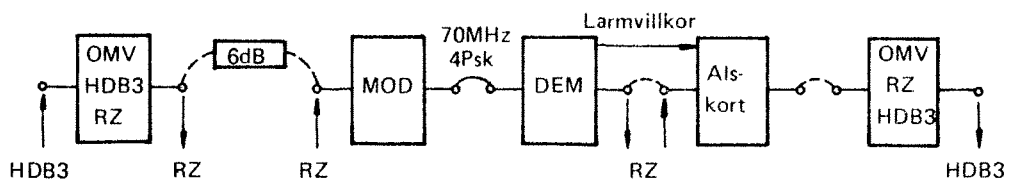

Bild 10. Uppkoppling för felsökning av digitala enheter RL-44
4.1.3.1 För att på ett enkelt sätt kunna kontrollera att PCM-signalen kan passera de digitala enheterna utan tillskott av bitfel, kan de olika enheterna slingkopplas enligt bild 10. Alternativt kan enheter med samma kodtyp slingbildas, t ex omvandlare HDB3/RZ och omvandlare RZ/HDB3, eller också kan enheterna mätas var för sig. Observera att vid kontroll av AIS-kortet (enkeldrift) måste demodulatorn vara larmfri, eftersom AIS-kortet erhåller ett larmvillkor från denna. Vid demodulatorlarm eller om demodulatorn inte är ansluten, erhålls bara "1"-or från AIS-kortet. Vid kontroll av modulator-demodulator måste alltid dessa kopplas samman i MF-snittet.